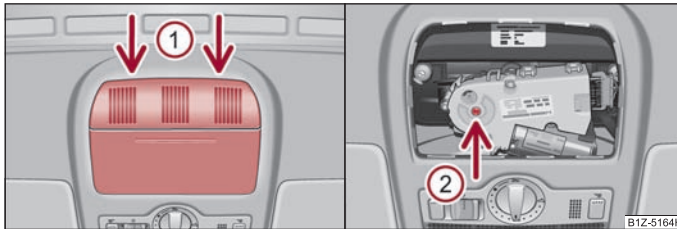

Fig. 36 Imagine din plafon: Puncte de amplasare a șurubelniței/Orificiul pentru amplasarea cheii
- Așezai o șurubelniță cu capătul plat în partea din spate a capacului pentru mecanismul electric, în locul săgeții ① → fig. 36.
- Introduceți o cheie hexagonală nr. 4, până la limită, în orificiul indicat de săgeata ② și închideți, respectiv deschideți trapa/plafonul glisant → fig. 36.